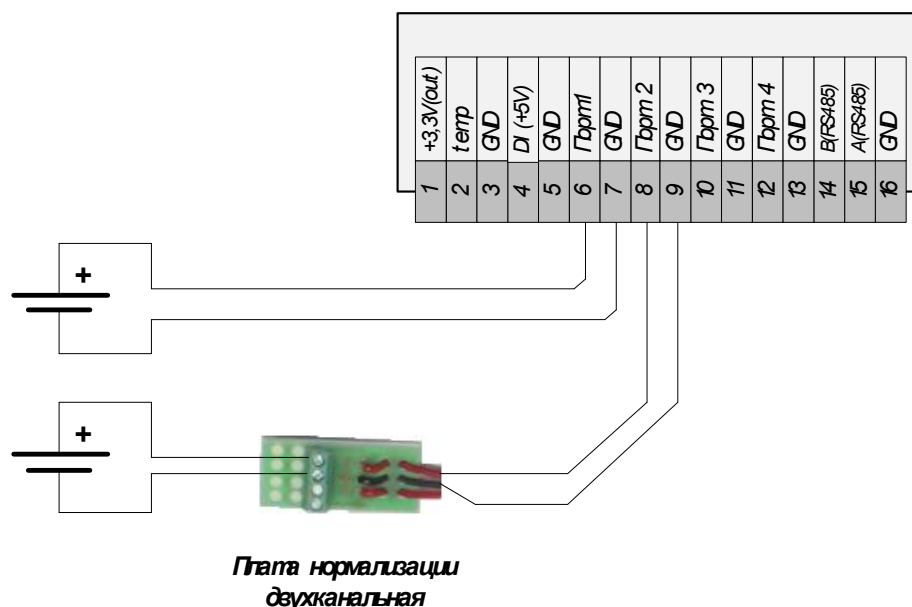

Рис.7.1. Варианты схем измерения напряжения (пример для портов №1, 2)
7.2. Вход способен измерять напряжение в ограниченном диапазоне (см. табл.2.3, рис.7.1). Если требуется измерять напряжение более допустимого диапазона, то следует применять делитель напряжения или использовать готовое решение в виде подобранной модификации изделия «Плата нормализации двухканальная» производства ООО «Технотроникс».